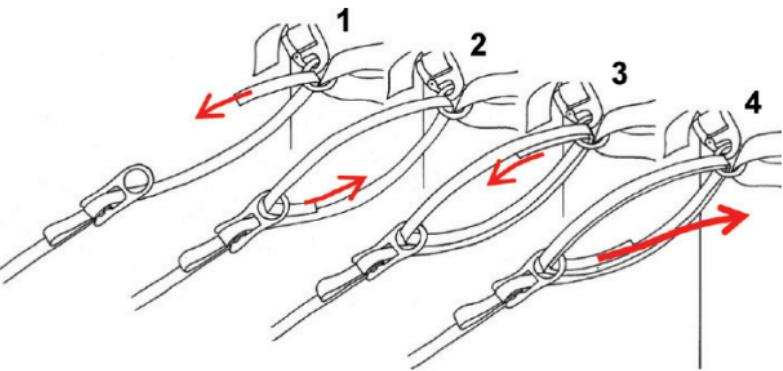

Fig. 8
- Innanzitutto infilare il nastro rimanente da sotto attraverso l'anello in acciaio nel punto di fissaggio 2 (Fig. 8, 1).
- Ora procedere come raffigurato in Fig. 8, 2-4.